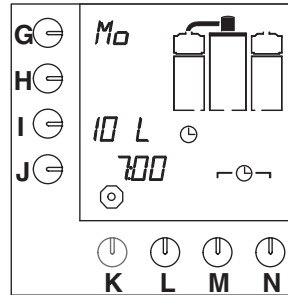

Abb. 15 Wartestellung der Schaltuhr
- Es erscheint ein Eingabezeichen 1 im Display. Die Uhr im Display beginnt zu blinken, und das System brüht zur eingestellten Zeit Kaffee auf. Im Display erscheint die Wartestellung (Abb.15).
- Die Uhr im Display beginnt zu blinken, und das System brüht zur eingestellten Zeit Kaffee auf. Im Display erscheint die Wartestellung (Abb.15).